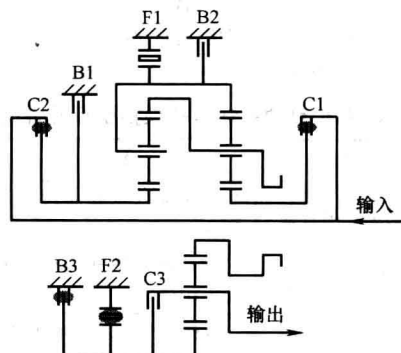

图 1-8 3 挡动力传递路线
(1) 主行星齿轮机构 3 挡动力传递路线如图 1-8 所示, 在 3 挡时, 前进挡离合器 C1 接合, 将输入轴和前行星齿轮机构太阳轮连接在一起。同时, 直接离合器 C2 接合, 连接输入轴和后行星齿轮机构太阳轮, 行星齿轮机构中有两个部件被同时驱动, 则整个行星齿轮机构以一个整体旋转, 为直接传动, 传动比为 1。